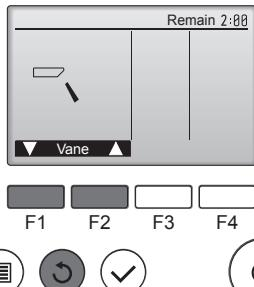

Fig. 8-4
- Druk op de toets [SELECTEREN] om het scherm voor waaierininstelling (Vane) weer te geven en druk op de functietoetsen [F1] en [F2] om de automatische waaierininstelling te controleren. (Fig. 8-4)